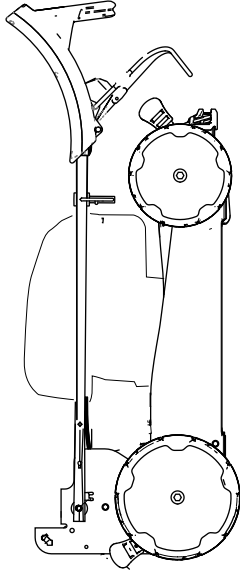

Figura 21
- 6. Sollevate la parte frontale della macchina utilizzando la stegola e spostatela in uno spazio per il rimessaggio (Figura 21).